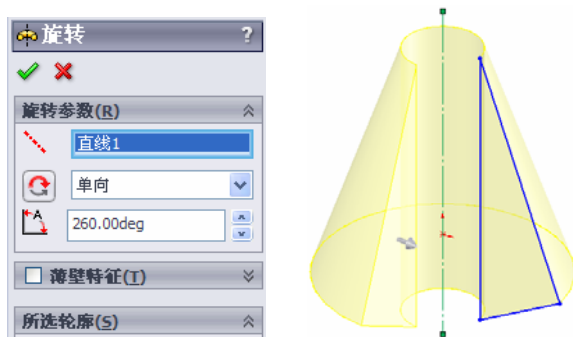

图 4-48 旋转类型为“单向”及其预览效果
(1) 单向。从草图基准面以单一方向生成旋转特征。如图 4-48 所示旋转类型为“单向”，旋转角度为 260° 时的属性管理器及其预览效果。